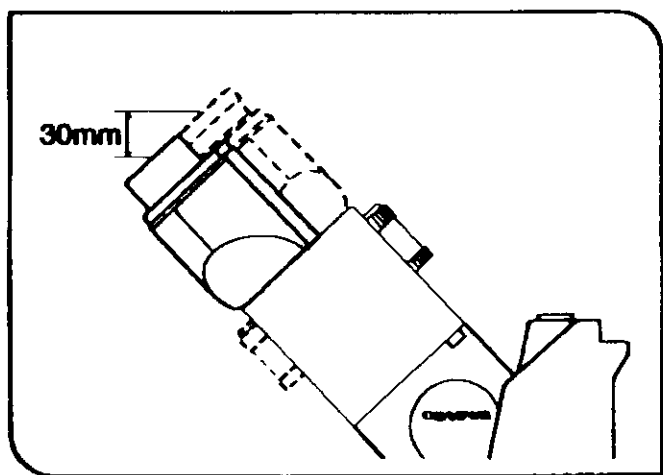

图 98
- ③ 通常来说，从桌面到眼点的距离为 430 毫米。如果需要降低眼点位置，可以拆下观察筒（但不适合 U-TBI90），旋转 180°后，再装进观察筒安装座。这样可以将眼点降低大约 30 毫米。(图 98)